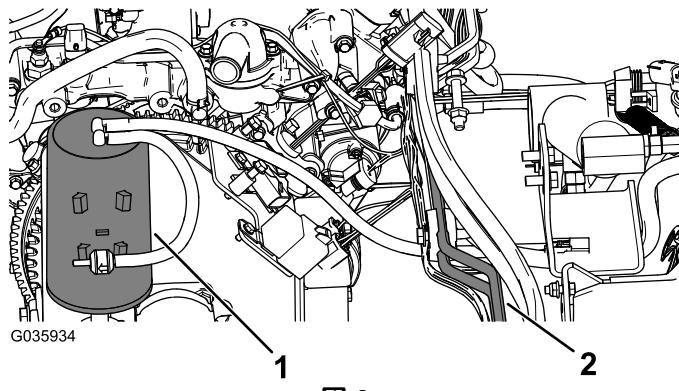

図 9
- カーボンキャニスタを機体左側に移動し、可動部や高温部から離してケーブルタイで油圧パイプに固定する図9。